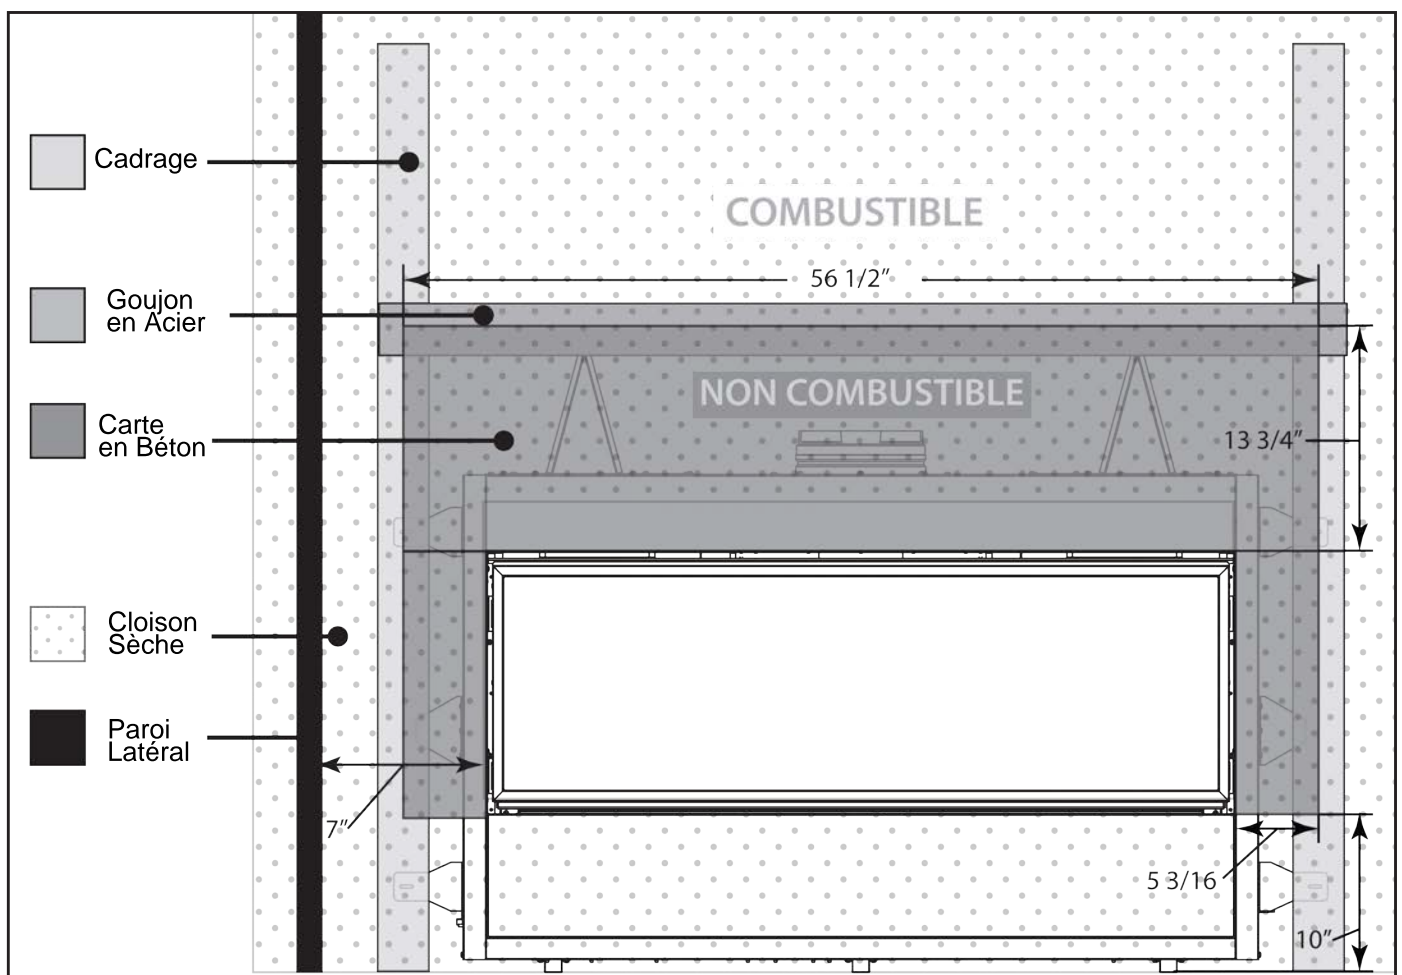

Figure 27. Zone Non-Combustible de finition
**Par dessus l'appareil :** Un minimum de **13 3/4" (350mm)** de matériau non combustible doit être utilisé au-dessus de la boîte de combustion. LE non combustibles est requis uniquement comme illustré dans la Figure 27.